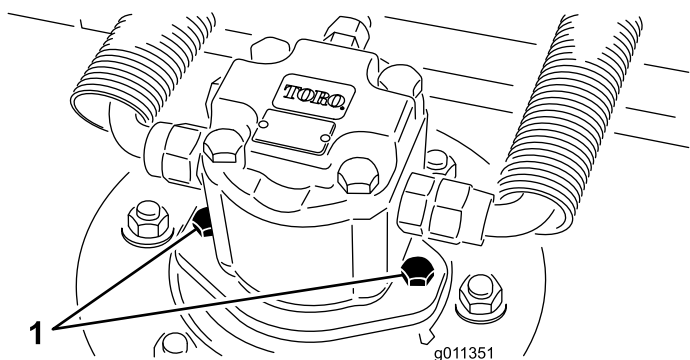

Figura 78
2. Desconecte el motor hidráulico y retírelo de la carcasa (Figura 78). Tape la parte superior del eje para evitar la contaminación.
4. Instale el motor hidráulico en la carcasa (Figura 78). Asegúrese de que la junta tórica está correctamente colocada y que no está dañada.